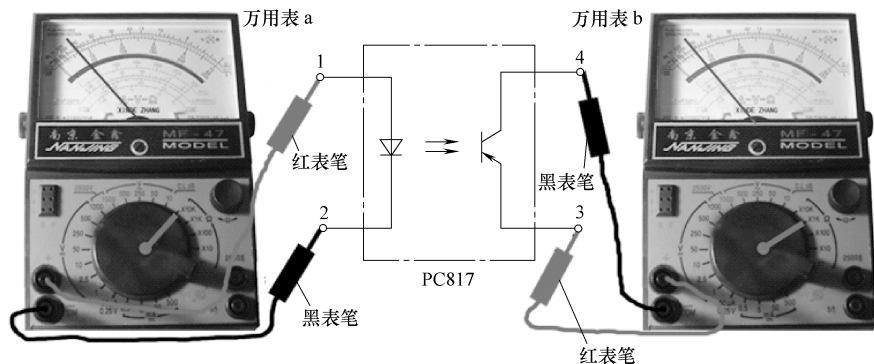

图 2-6 检测光耦合器示意图
彩色电视机实际维修中, 也可使用万用表电阻挡, 通过测试光敏晶体管受光时阻值下降现象来判断其功能, 阻值下降得越多说明晶体管输出能力越强。测试需要两只万用表进行, 方法如图 2-6 所示。红外发光二极管的正向电流可由万用表 b 的电阻挡输出电流提供 (一般万用表 $R \times 10$ 挡可输出电流数毫安到几十毫安, 足够发光二极管正常工作), 测试说明, ①脚与②脚之间有二极管单向导电特性, ③脚与④脚之间不通; ①、②脚与万用表 a 接通后, ③、④脚之间可测到阻值, 并开始导通。